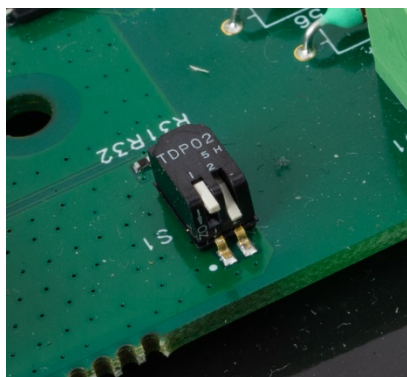

Figura 4-6: Interruttori Metrologia SW1 OFF, SW2 ON
2. Posizionare l'interruttore SW1-2 su ON, come mostrato nella Figura 4-6.